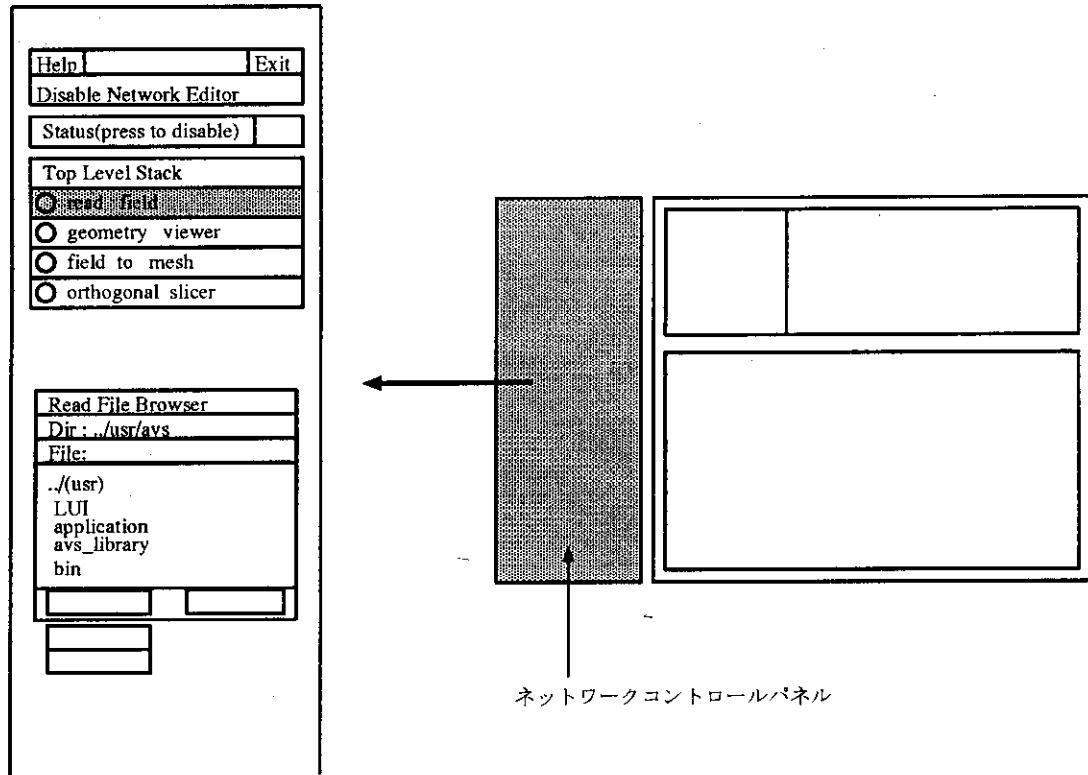
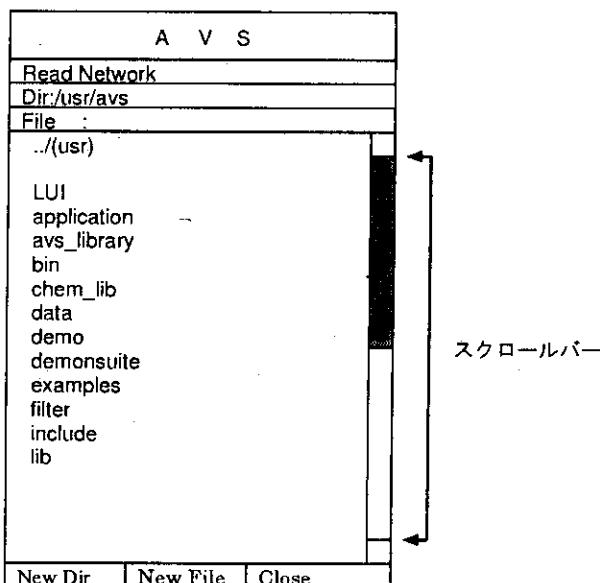

図 1.15 ネットワークコントロールパネル
図 1.19 ファイルブラウザ
- 3) ワークスペースでマウスのボタンを離すと、マウスを離した場所にモジュールを表示します。また、ネットワークコントロールパネルにモジュールのコントロールウィジェット（図1.15）を表示します。
- 1) ネットワークコントロールパネルの read field ボタン (図 1.15) をクリックするとファイルブラウザ (図 1.19) を表示します。
コントロールウィジェットを表示させるには、ネットワークコントロールパネルに表示しているモジュール名 (orthogonal slicer) の書いてあるボタン (図 1.15) をクリックします。